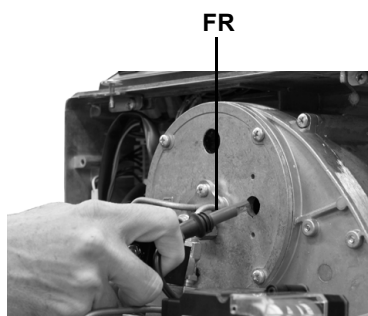

Fig. 12
- 4 cuando se enciende la lámpara **EVG** (véase el capítulo "Funcionamiento") extraer la fotorresistencia FR (Fig. 12) e iluminarla;